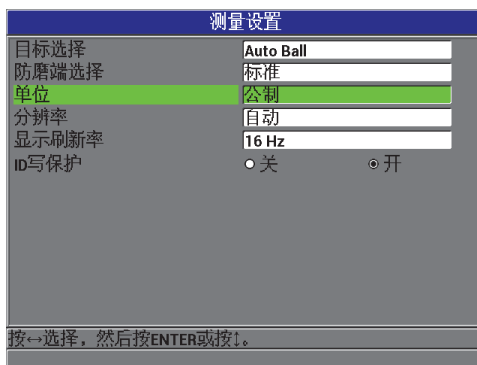

图 3-2 测量设置屏幕 — 单位
3. 在**测量设置**屏幕中（参见第 51 页的图 3-2），将**单位**设定为**英制**或**公制**。
3. 在**测量设置**屏幕中（参见第 51 页的图 3-2），将**显示刷新率**设置为想要的值：**4 Hz**、**8 Hz**、**16 Hz** 或 **20 Hz**。
3. 在**测量设置**屏幕中（参见第 51 页的图 3-2），将**分辨率**设置为所需的选项：